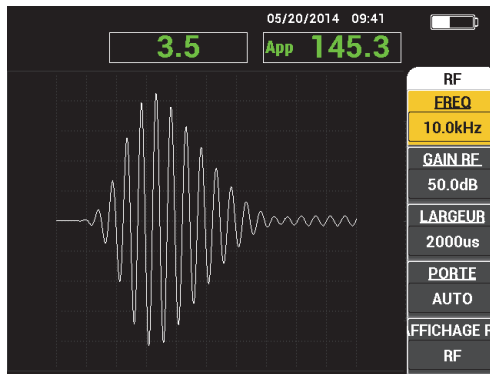

Figure 5-4 Menu principal E-R (RF)
Les paramètres suivants peuvent être réglés à partir du menu principal E-R (RF) [voir la Figure 5-4 à la page 85] :